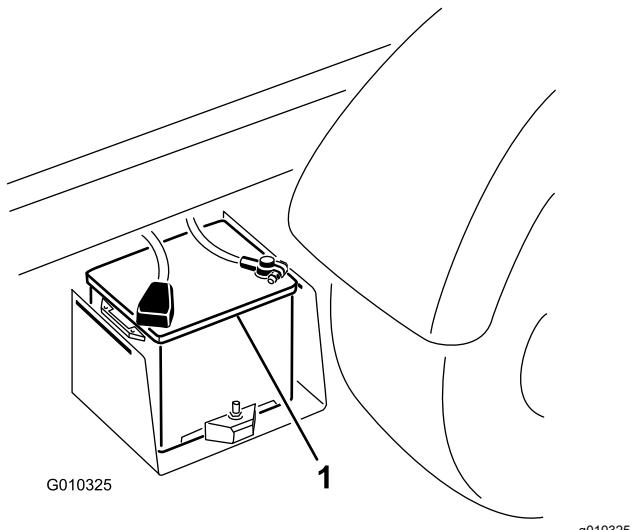

Figure 43
- Raccordez un câble de démarrage entre les bornes positives des 2 batteries (Figure 43).